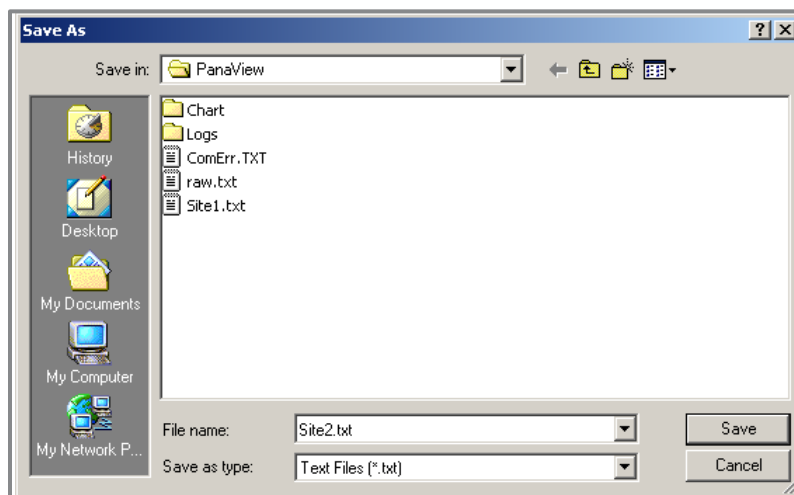
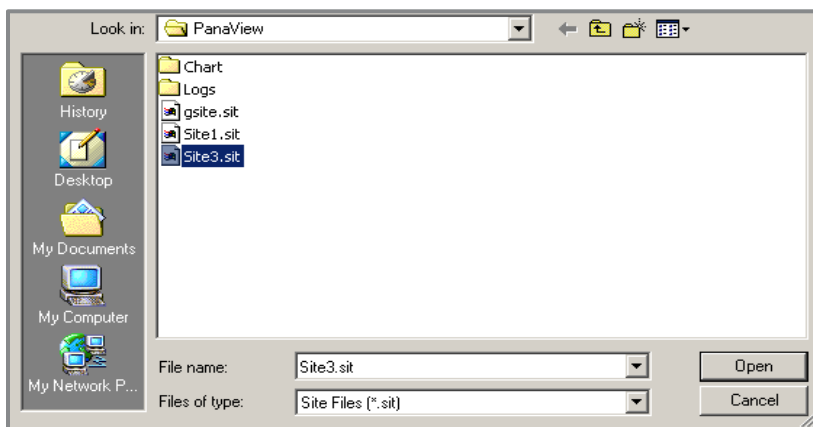

Рисунок 32: Окно *Save As* (Сохранить как)
Рисунок 34: Выбор файла объекта
2. Затем щелкните *Save Site to Meter* (Сохранить файл объекта в памяти расходомера). Откроется окно, показанное на рис. 32.
3. Откроется окно *Site File Selection* (Выбор файла объекта) (см. рис. 32 на стр. 91). Выделите объект с нужными настройками и щелкните [Open] (Открыть). PanaView сохранит объект в памяти расходомера под новым названием и с заданными настройками.
3. Откроется окно *Site File Selection* (Выбор файла объекта) (см. рис. 32 на стр. 91). Введите нужное название объекта (теперь с суффиксом .prt) и щелкните [Save] (Сохранить). Приложение PanaView отобразит текстовую версию объекта, как показано на рис. 34.